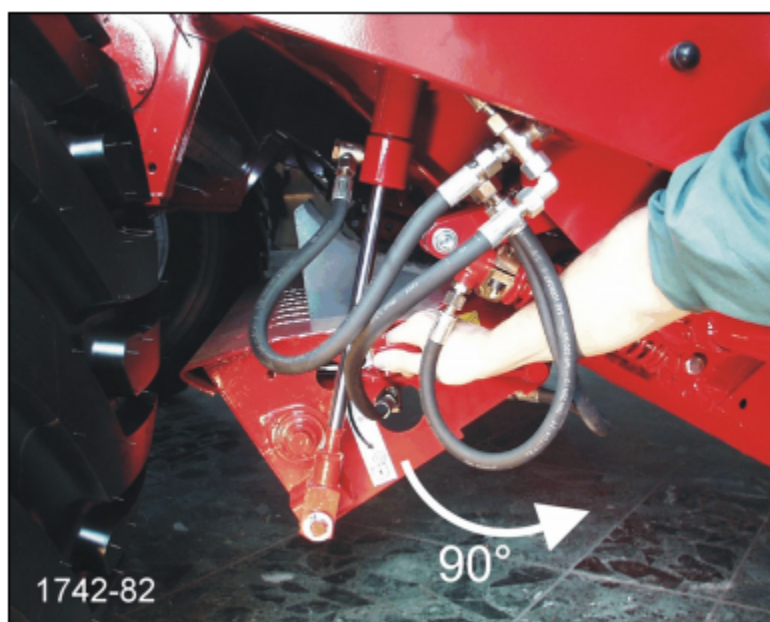

Рисунок 71
- Опустите нижнюю дверцу HYDROFLEXCONTROL* по крайней мере на половину пути (рис. 71).
- Поверните рычаг оси ножа на корпусе устройства подачи (справа по направлению движения) вниз примерно на 90° до упора (рис. 71).